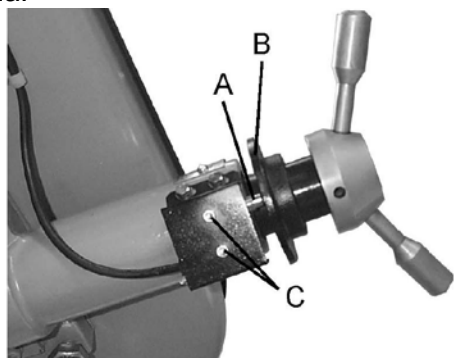

Рис. 19
2. Ослабьте два установочных болта (С, Рис. 19), чтобы ослабить концевой выключатель обрыва полотна.
3. Переместите концевой выключатель к площадке (В, Рис. 19) и убедитесь, что ролик концевой выключателя (А, Рис. 19) расположен близко к площадке.